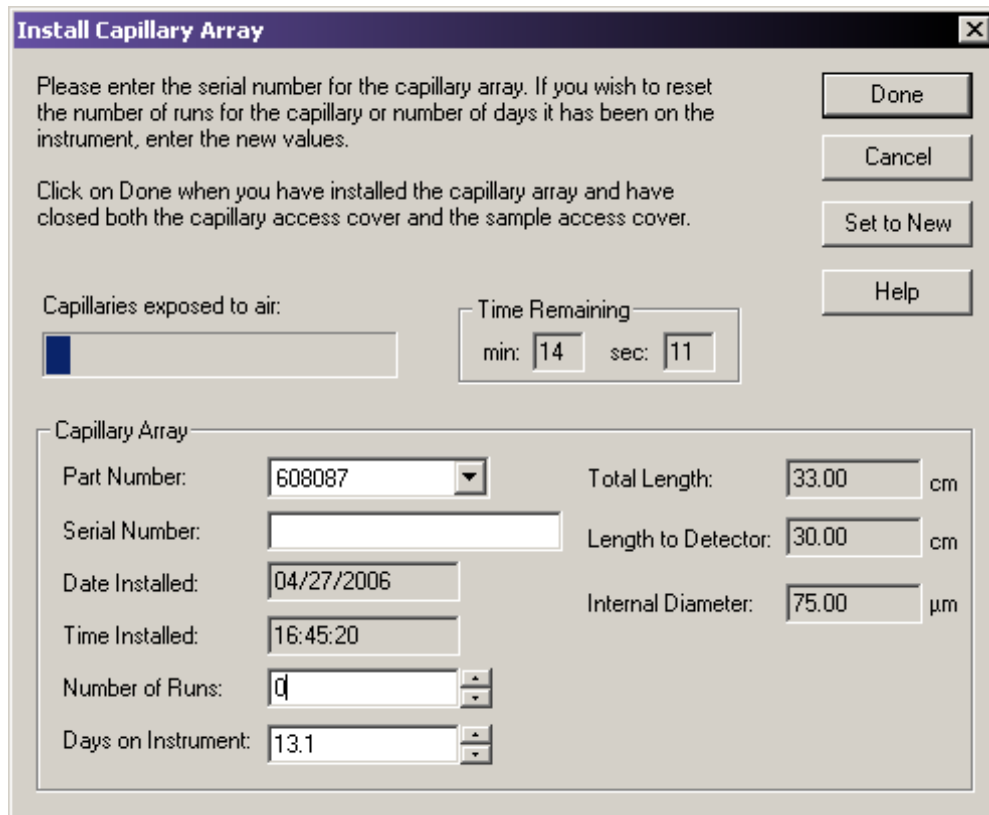

图 3.46 安装毛细管阵列对话框
- 如果您正在安装新毛细管阵列，请在 **Install Capillary Array**（安装毛细管阵列）对话框中（图 3.46），选择正确的部件编号，输入序列号，单击 **Set to New**（设置为新阵列），然后单击 **Done**（完成）。安装在仪器上的天数和运行次数将归 "0"。